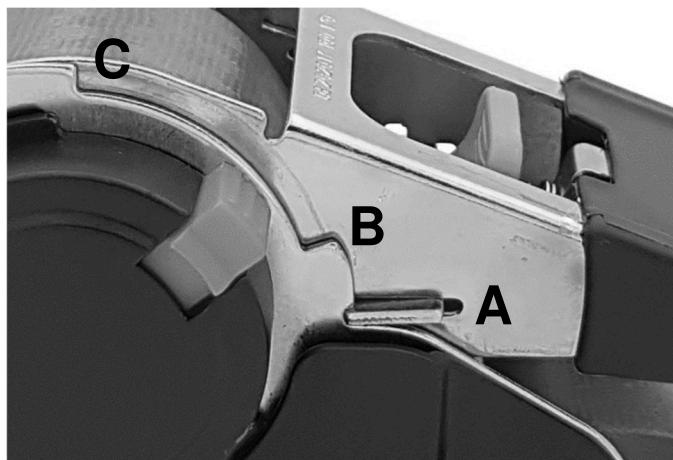

Abbildung 2: Ratsche Detailansicht
Sperrhebel (1) ziehen und Ratschenhebel (2) in Position „A“ (siehe Abbildung 2) bringen. Losende (3) des Zurrurtes auf die gewünschte Länge ausziehen, Haken an einem geeigneten Einhängepunkt befestigen. Zum Spannen des Gurtes den Ratschenhebel (2) zwischen Position „B“ und Position „C“ hin/her bewegen. Wenn der Automatik-Zurrung korrekt gespannt ist, den Ratschenhebel (2) in Position „B“ bringen.
Sperrhebel (1) ziehen und Ratschenhebel (2) in Position „A“ (siehe Abbildung 2) bringen. Haken des Losendes (3) vom Einhängepunkt lösen. Bremsknopf (4) für automatisches Aufrollen des Gurtes betätigen.